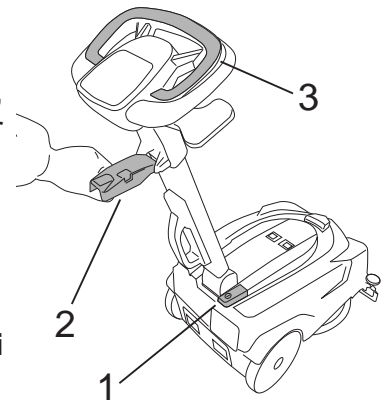

Fig.16
- Drücken Sie den Hauptschalter (Abb. 16, Pkt. 1).
- Senken Sie den Saugfuß mit dem Hebel ab (Abb. 16, Pkt. 2).
- Bedienen Sie den Bürstensteuerhebel (Abb. 16, Pkt. 3).
- Heben Sie den Saugfuß mit dem Hebel an (Abb. 16, Pkt. 2).